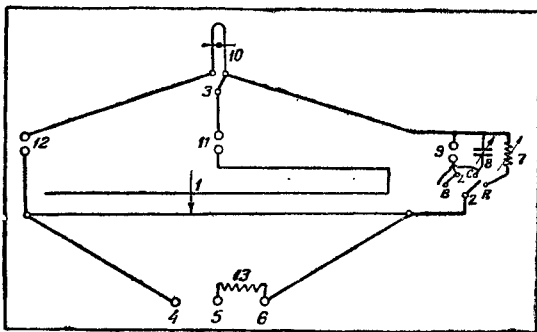

Рис. 1
Как видно на рис. 1, основной частью мостика является реохорд (1), к концам которого через клеммы (4) и (6) подводится ток, модулированный зуммером. Кроме того в схеме имеется еще главный переключатель (2), имеющий четыре положения, обозначенные буквами R, C, L и B, каждое из которых соответствует определенному виду измерений.